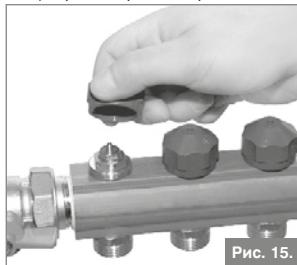

Рис. 15.
1. Открутить колпачок ручной регулировки (рис. 15).